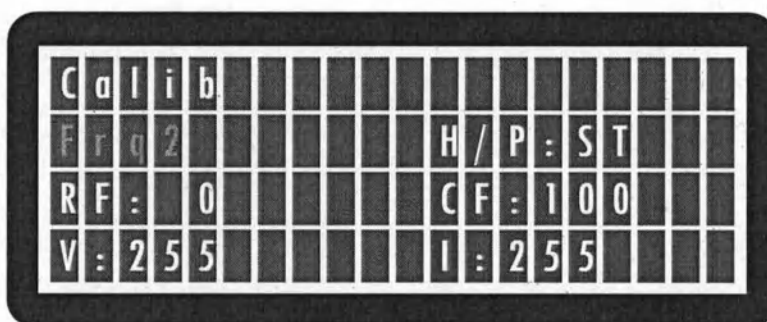

Рисунок 11. Выбор частоты
- Используйте кнопку Меню для перемещения между полями и установите поле частоты на **Frg2** (Рисунок 11) пользуясь стрелками перемещения. Нажмите на кнопку 'OK' для ввода вашего выбора.